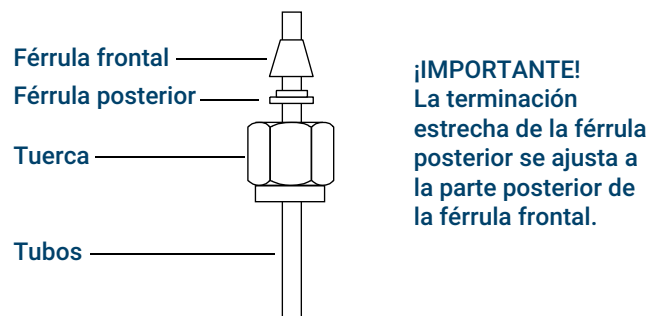

Figura 54. Tuercas Swagelok y férrulas
1. Coloque una tuerca Swagelok, una férrula posterior y una férrula frontal en la tubería tal como se muestra en la **Figura 54**.